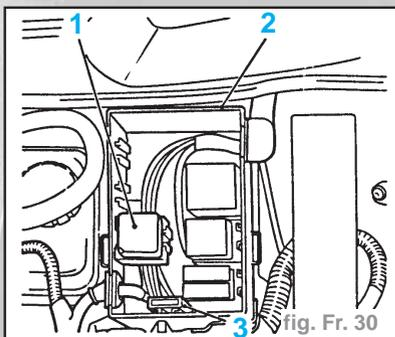

fig. Fr. 30
- Sur les véhicules avec moteur Diesel,agrafer le relais (1) et le porte-fusible (3) avec le faisceau de câbles. (fig. Fr. 30)
- Extraire le porte-relais (2) de son support et le placer de côté.